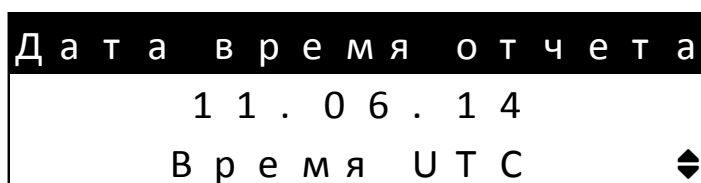

Рисунок 7.1.11 - Окно выбора использования времени UTC(SU) в отчете
7.1.15 Окно выбора использования времени UTC(SU) в отчете (рисунок 7.1.11). Пользователю предлагается выбрать время, используемое в отчете - время UTC(SU) или местное время, с учетом текущего часового пояса.